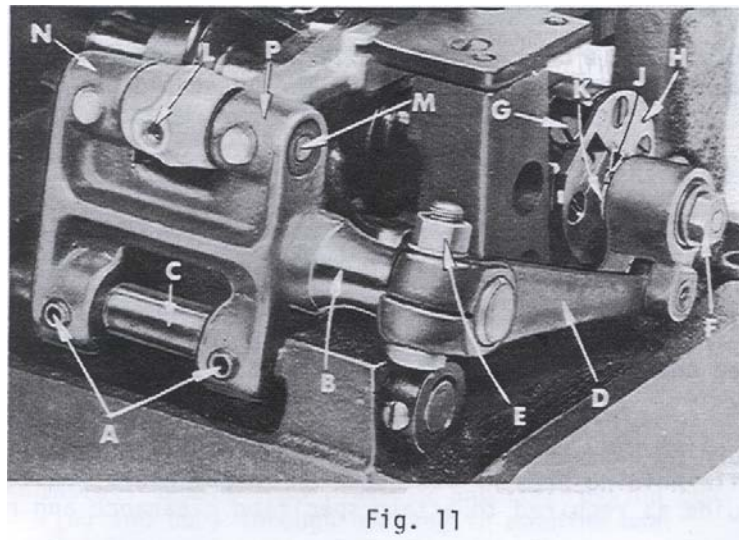

Fig. 11
Right or left adjustment can be made by loosening screws (A, Fig. 11) and slightly moving feed rocker (B) on feed rocker shaft (C) as required, then retighten screws. Check to ensure that feed rocker arm (D) does not bind after adjustment.
Forward or rearward centering of feed dog can be accomplished by loosening nut (E, Fig. 11), move feed rocker (B) as required and retighten nut.
Set the stitch to required length. This is accomplished by loosening lock nut (F, Fig. 11) 1/2 turn (it has left hand thread) on the end of the stitch regulating stud and turning stitch adjusting screw (G) located under the left end of the cloth plate in the head of the main shaft (H), which is marked "L" and "S". Turning the screw in a clockwise direction shortens the stitch (moves stitch regulation stud toward the "S") and turning it in a counterclockwise direction lengthens the stitch (moves stitch regulator stud toward the "L"). Retighten the lock securely. To prevent destructive damage to feed drive bearing, key screw (J) must engage the "U" shaped key slot in ferrule (K).
Zur seitlichen Einstellung lösen Sie die Schraube (A, Fig. 11) und verschieben den Transportrahmen (B) auf der Transportrahmenwelle (C), je nach Bedarf, ein wenig nach rechts oder links, dann ziehen Sie die Schrauben wieder an. Prüfen Sie, daß nach dieser Einstellung der Transportantriebsarm (D) nicht klemmt.
Zum vermitteln des Transporteurs nach vorne oder hinten lösen Sie die Mutter (E, Fig. 11) und verschieben den Transportrahmen (B) entsprechend. Ziehen Sie die Mutter wieder an.
Stellen Sie den Stich auf die gewünschte Länge ein. Dazu lösen Sie die Feststellmutter (F, Fig. 11) (sie hat Linksgewinde) am Ende des Stichstellbolzens um 1/2 Umdrehung und drehen an der Sticheinstellschraube (G), die sich unter dem linken Ende der Stoffplatte im Hauptwellenkopf (H) befindet, der mit „L“ und „S“ bezeichnet ist. Drehen der Schraube im Uhrzeigersinn verkürzt den Stich (der Stichstellbolzen wird zum „S“ hin bewegt), drehen im Gegenuhrzeigersinn verlängert den Stich (der Stichstellerbolzen wird zum „L“ hin bewegt). Ziehen Sie die Feststellmutter wieder gut an. Damit das Transportantriebsgelenk nicht zerstört wird, muß die Mitnehmerschraube (J) in den „U“-förmigen Ausschnitt der Hülse (K) eingreifen.